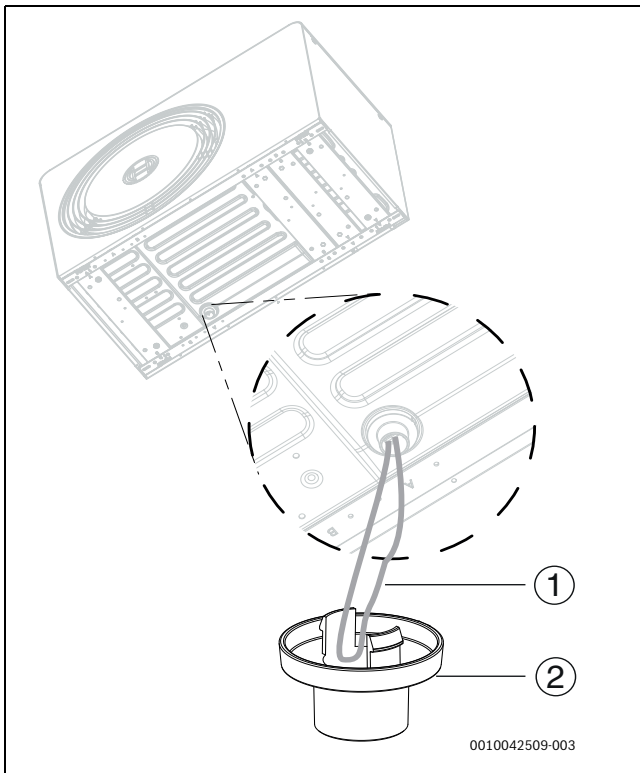

Bild 26 Installation des Ablaufstutzens
3. Kabelschlaufe für die Tropfschalenheizung herausziehen und durch den Ablaufstutzen schieben (→bild 26). Ablaufstutzen an die Wärmepumpe anschließen.